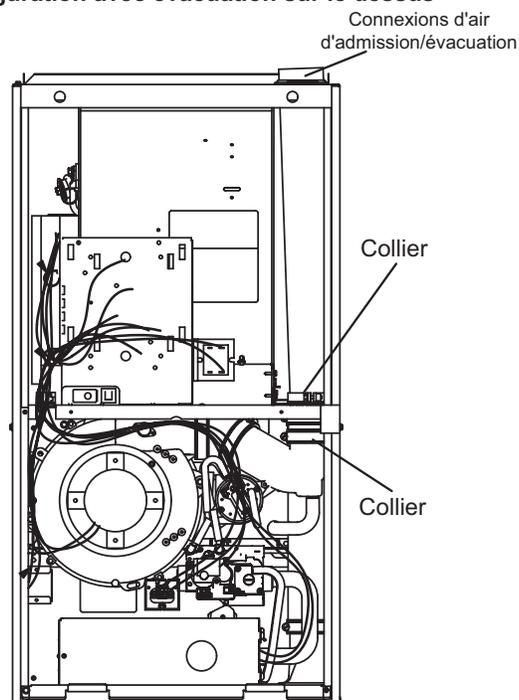
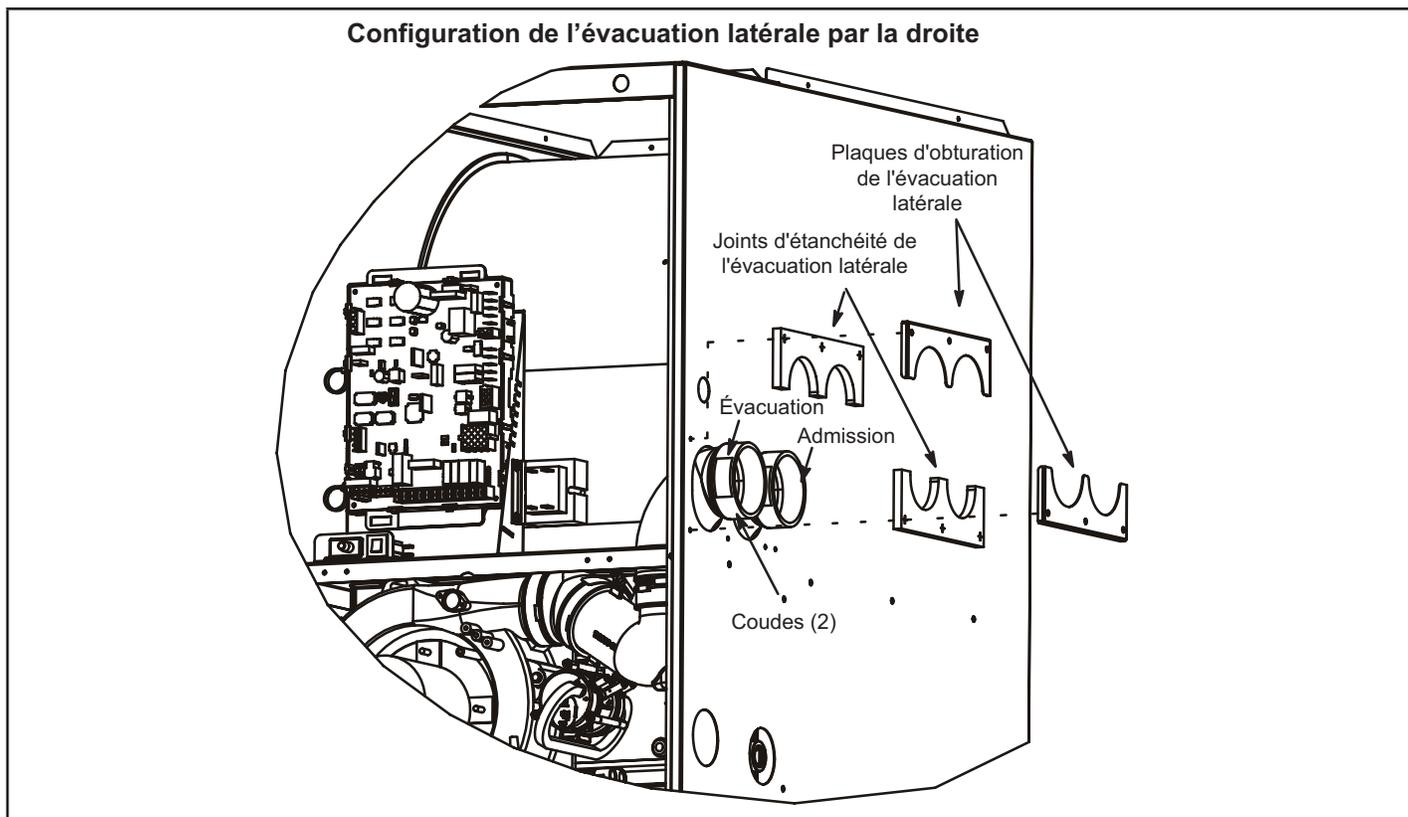

FIGURE 15
FIGURE 17
Le SLP99DF est livré avec un raccord d'évacuation/d'admission d'air au niveau du capuchon supérieur. Reportez-vous à la FIGURE 15. À l'aide des pièces fournies, l'appareil peut être modifié sur place pour que ces connexions soient situées sur le côté droit de l'enceinte. Reportez-vous à la FIGURE 17 et suivez les étapes ci-dessous. Pour l'évacuation du côté gauche, commandez l'ensemble 87W73.
- 2 - Desserrez les colliers qui fixent les raccords en caoutchouc aux tuyaux en PVC blanc à l'intérieur de la zone du vestibule. Reportez-vous à FIGURE 15.
- 3 - Desserrez le collier qui fixe les tuyaux au support du ventilateur. Reportez-vous à FIGURE 15.
- 11 - Retirez la protection des joints d'étanchéité de l'évacuation latérale (2) et appliquez-les sur les plaques d'étanchéité de l'évacuation latérale (2) comme illustré à la FIGURE 17.
- 12 - Installez les plaques d'étanchéité de l'évacuation latérale et les joints sur l'extérieur de l'enceinte, comme illustré à la Figure 15. Fixez avec six vis (quatre réutilisées et deux fournies dans le sac). Les trous sont prépercés dans les pièces et l'enceinte, aucun perçage n'est nécessaire.